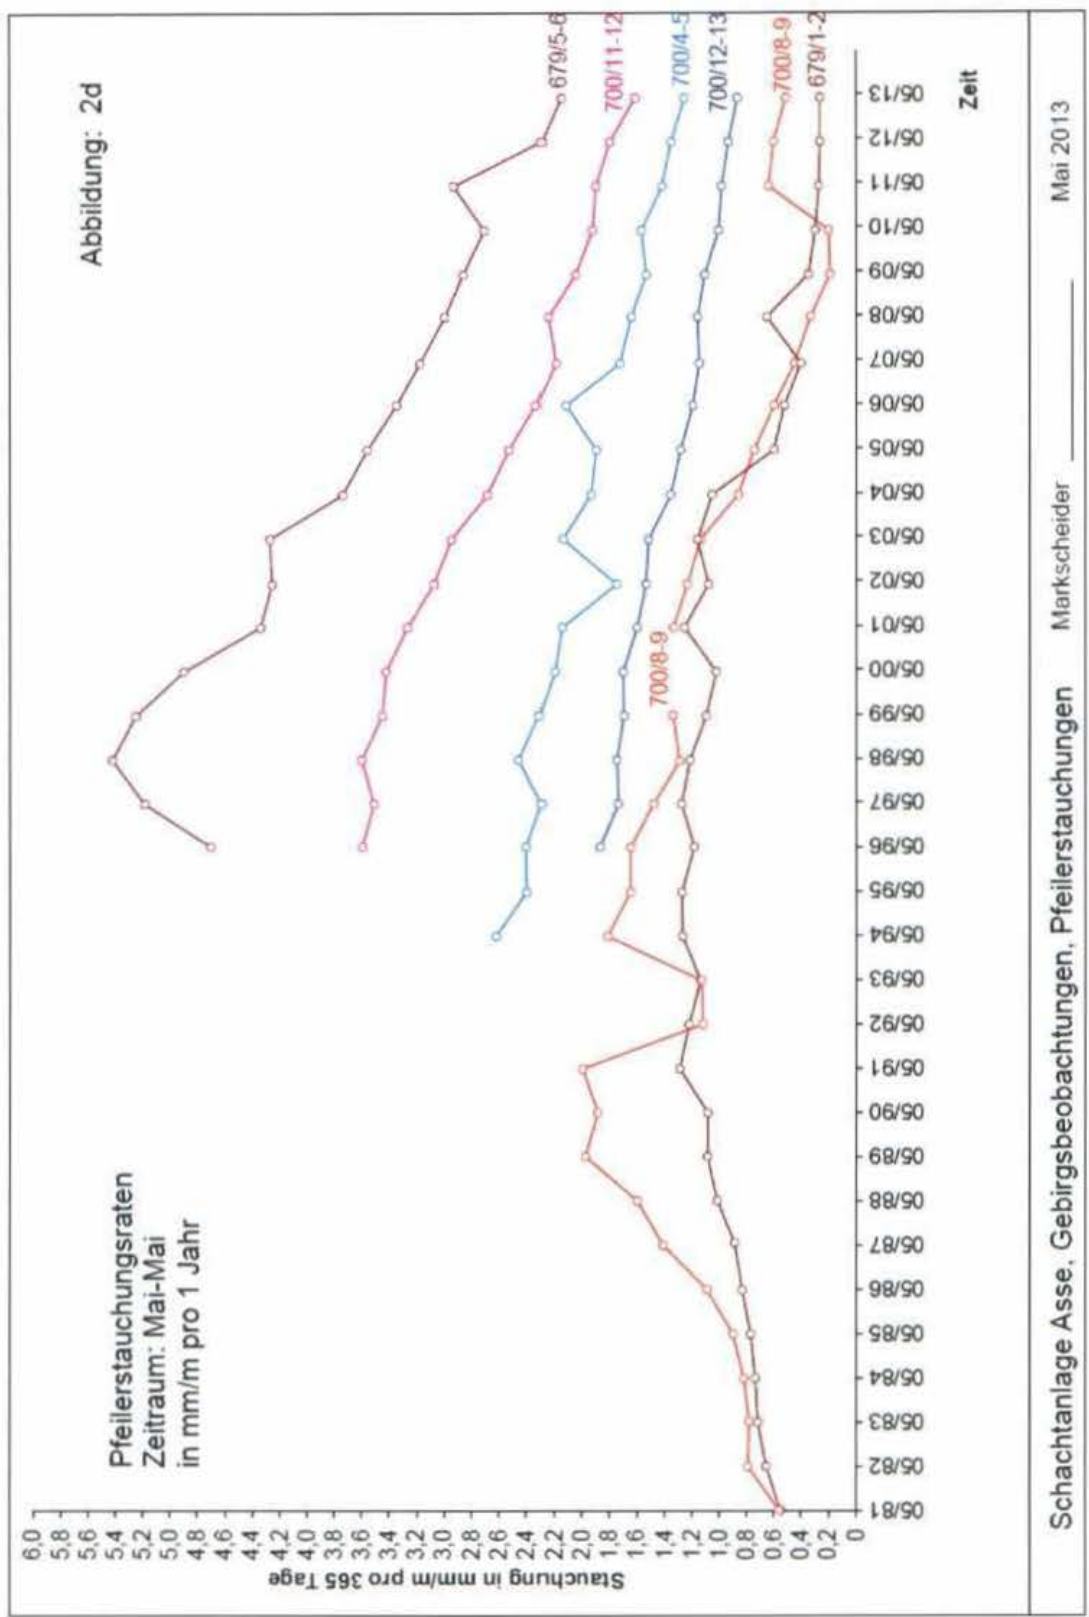

Abbildung 2d: Pfeilerstauchungsraten 679- und 700-m-Sohle [mm/(m\*a)]
- Abbildung 2d: Pfeilerstauchungsraten 679- und 700-m-Sohle [mm/(m\*a)]